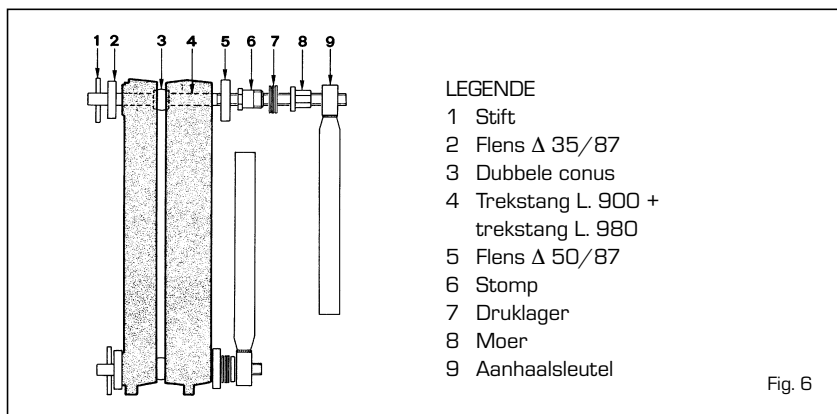

Fig. 6
- Monteer de elementen door middel van een speciaal paar trekstangen met de betreffende accessoires bestelnr. 6050900 (fig. 6), waarbij u tegelijkertijd zowel druk op de bovenste naaf als op de onderste naaf moet uitoefenen. Als tijdens de handeling het verloop tussen de elementen niet gelijk en evenwijdig blijkt te zijn, moet u een beitel tussen het nauwste gedeelte doen en er al forcerend voor zorgen dat de twee delen die samengevoegd moeten worden evenwijdig ten opzichte van elkaar komen te staan. De elementen zijn op de juiste manier verbonden als de buitenranden van de elementen elkaar raken.